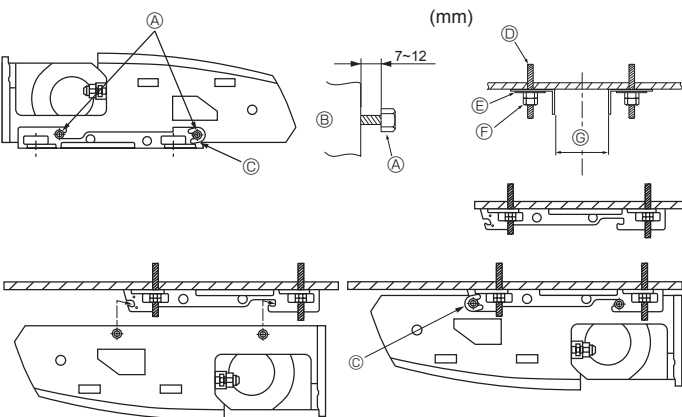

Fig. 3-6
2) Instalación en el techo, en primer lugar, del soporte de suspensión (Fig. 3-6)